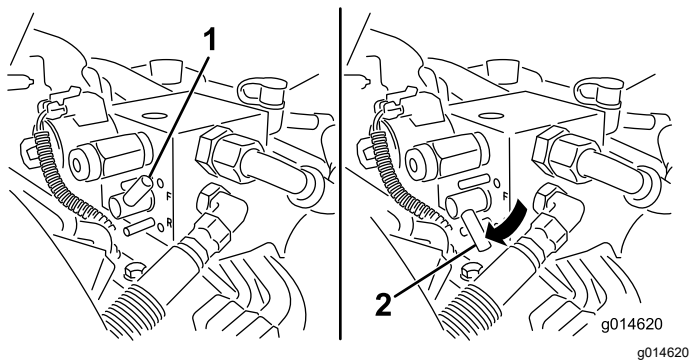

Рисунок 53
5. Поверните рычаг заточки обратным вращением в положение ОБРАТНОЕ ВРАЩЕНИЕ (R) (Рисунок 53).